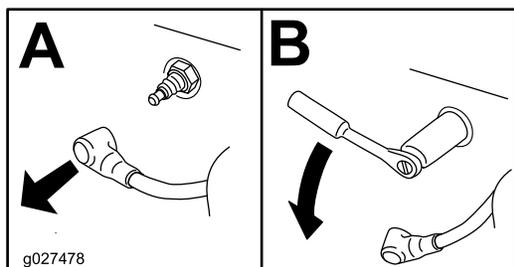

Figure 59
3. Déposez la bougie (Figure 59).